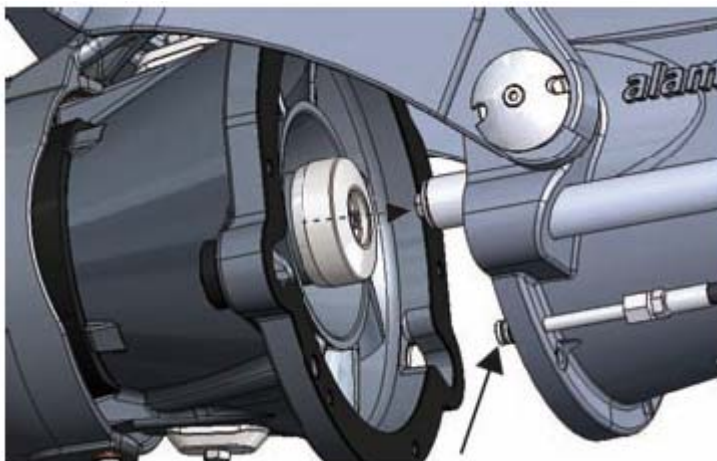

Figura 102. Montaggio dello statore
1. Spingere lo statore in posizione con la parte finale dell'albero nella cassa del cuscinetto posteriore. Lo statore è centrato con i fori sulla carena (figura 102). Un foro è anche usato come connettore per il canale di lubrificazione. Accertarsi che gli o-ring del connettore siano intatti. Se sono danneggiati il grasso del cuscinetto posteriore uscirà dal tubo.